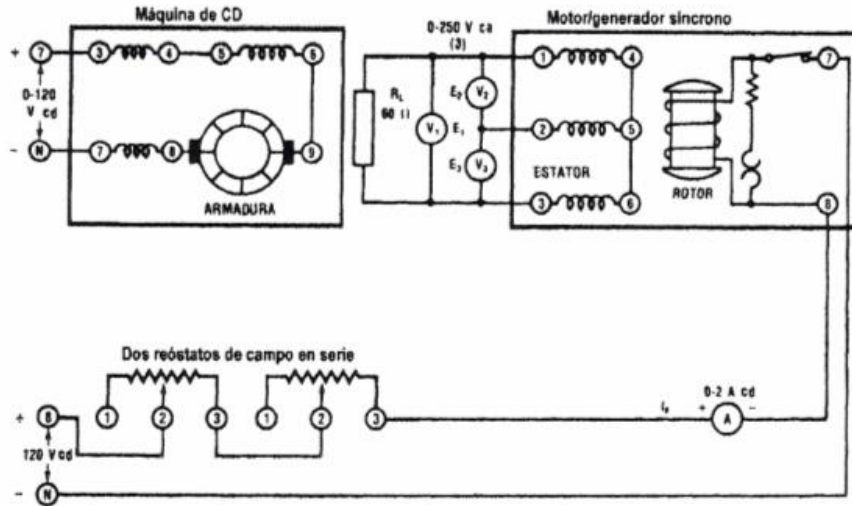

Figura 2
8. Conecte el circuito de la figura 2 y observe que solo una fase del alternador tiene carga.